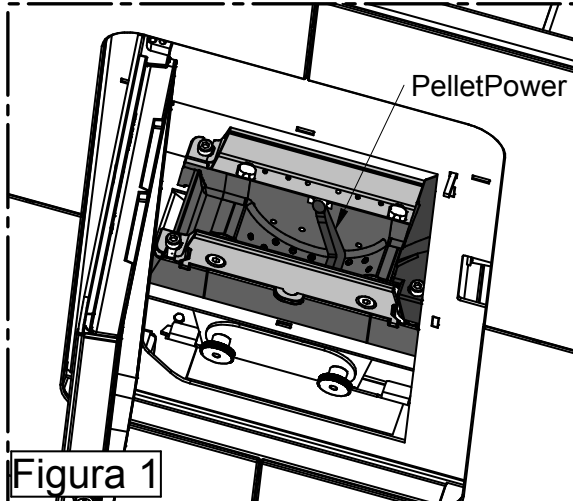

Figura 1
- Pulire accuratamente il bruciatore (Figura 1) utilizzando un aspiratore; pulire con particolare attenzione la zona vicino la candelella di accensione. Questo allo scopo di garantire un corretto funzionamento dell'apparecchio ed evitare mancante accensioni.
- Aprire la porta focolare e controllare che l'area dove opera il raschiatore Pelletpower® sia priva di sedimenti (Figura 1)
- Controllare che i fori del bruciatore ed il canale di alloggiamento della resistenza siano privi di sedimenti di ogni tipo e natura. Nel caso aspirare e pulire (Figura 1)